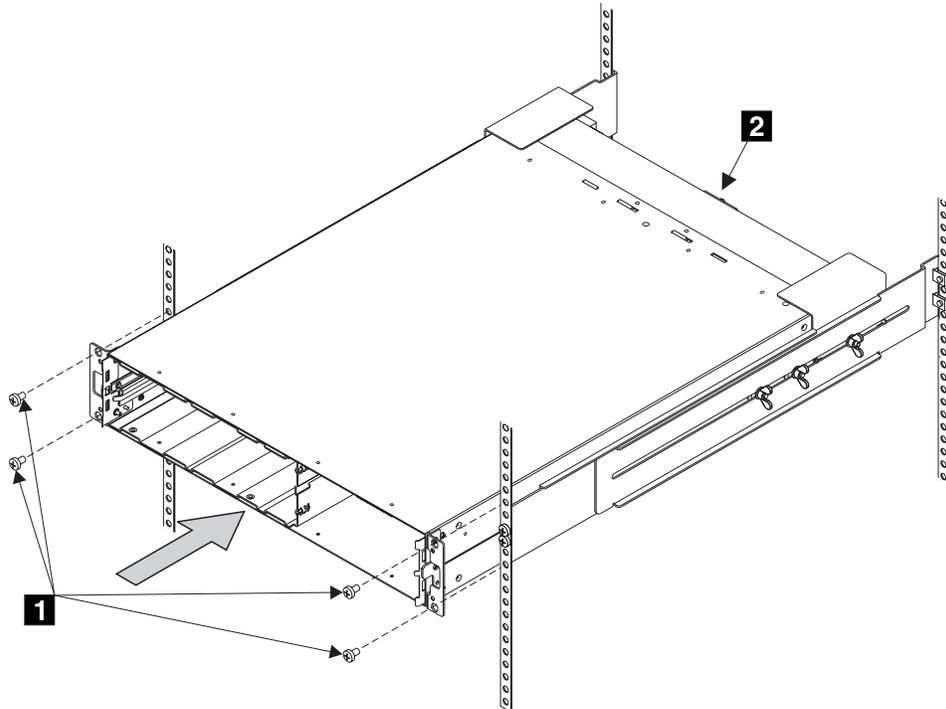

図 24. 無停電電源装置のラックへの取り付け
6. 前面の頭が平らなねじ **1** を取り付ける (24 ページの図 24 を参照)。